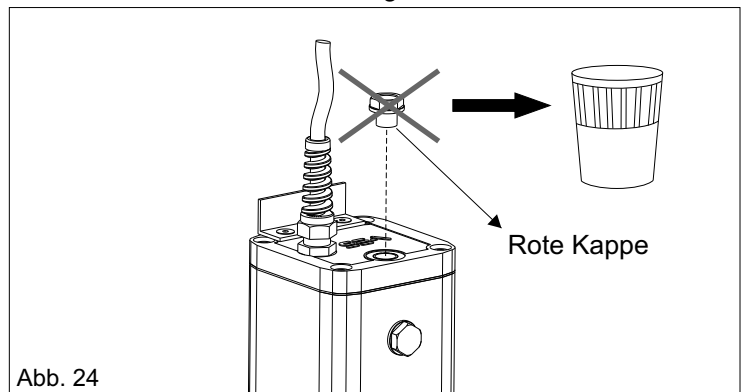

Abb. 24
6. ENTLÜFTUNGSKAPPE AUSTAUSCHEN (Abb.24)